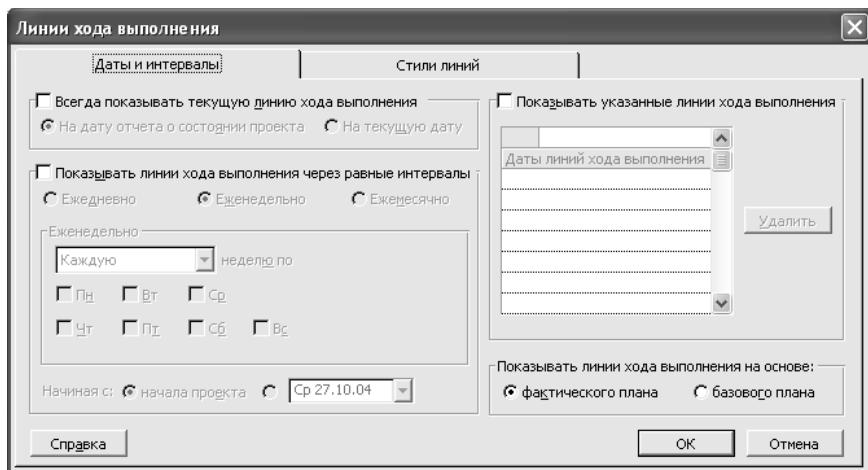

Рис. 53. Налаштування ліній графіку виконання проекту
2. У меню **Сервіс** з підмінью **Відстежування** виберіть команду **Лінії ходу виконання** (рис. 53).